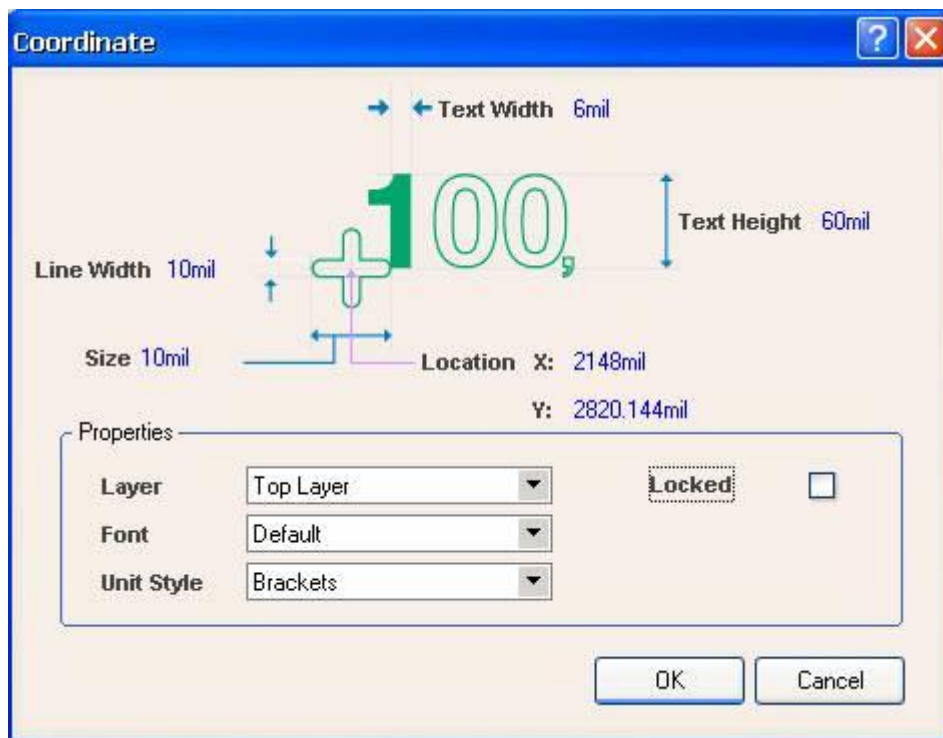

图 7-2 坐标指示属性设置
- 在用鼠标放置坐标时按 Tab 键，将弹出 Coordinate (坐标指示属性) 设置对话框，如图 7-2 所示。